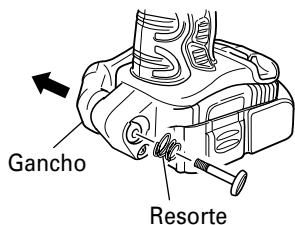

Fig. 7
- (b) Saque el gancho y el resorte. (Fig. 7)